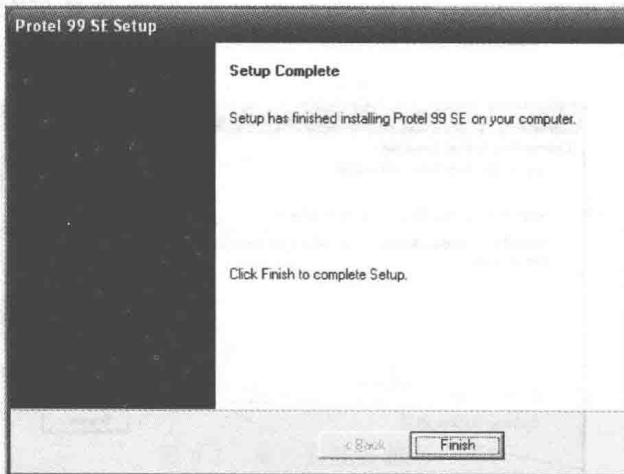

图 0-10 安装完成提示
⑤ 几秒钟后将显示安装完成提示界面,如图 0-10 所示,单击“Finish”按钮完成安装。